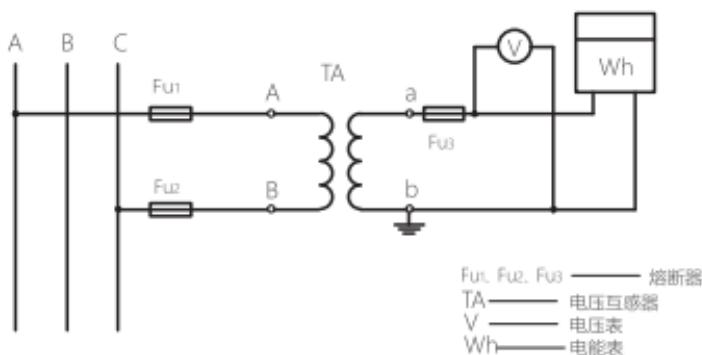
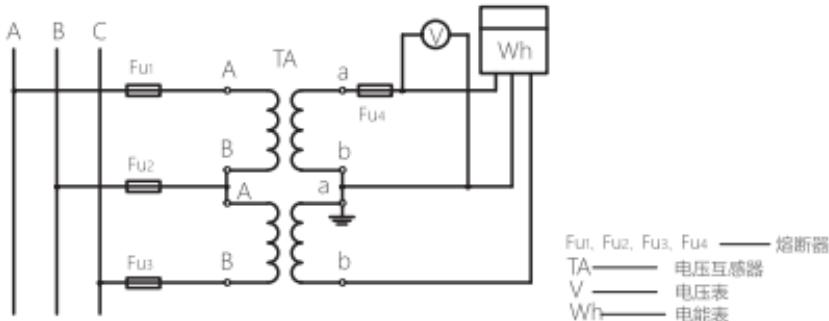

图4 电压互感器单相用接线图
图5 电压互感器三相用接线图(V形接法)
6.2 互感器推荐的接线原理图见图4、图5。
- 7.3 核对铭牌参数是否符合选择要求，推荐按图4或图5对互感器进行接线，互感器上标有“A”“B”大写字母的端子接高电压侧，标有“a”“b”小写字母的端子接二次线路。